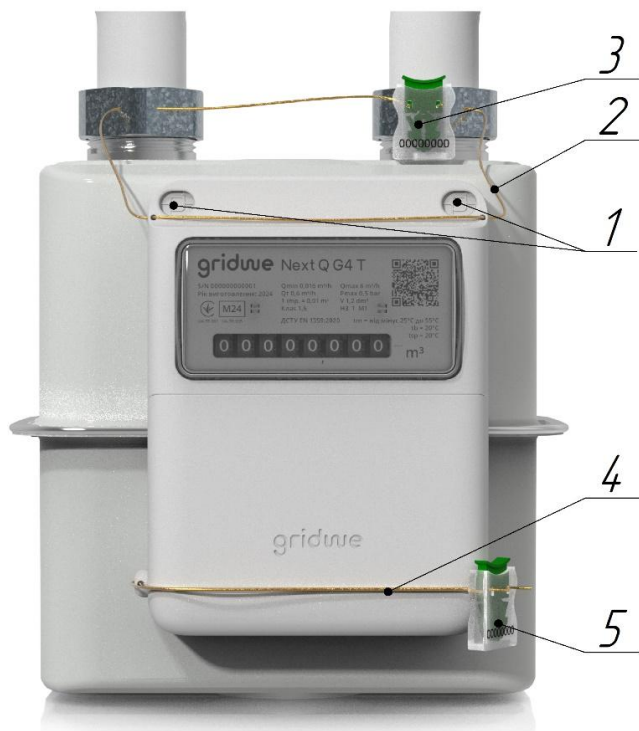

Рисунок 6 – Схема пломбування лічильників
7.1 Від несанкціонованого втручання лічильник захищений метрологічними пломбами-заглушками з відбитками тавр виробника (Рисунок 6).